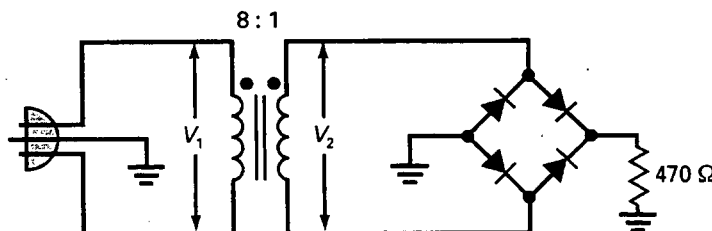

Figura 4-39
- 4-12. En la Figura 4-39, ¿cuál es la tensión de pico de salida si los diodos son ideales? ¿Y el valor
4-14. Si la tensión de red varía en la Figura 4-39 de 105 a 125 V-rms, ¿cuál es la tensión mínima de salida? ¿Y la máxima?